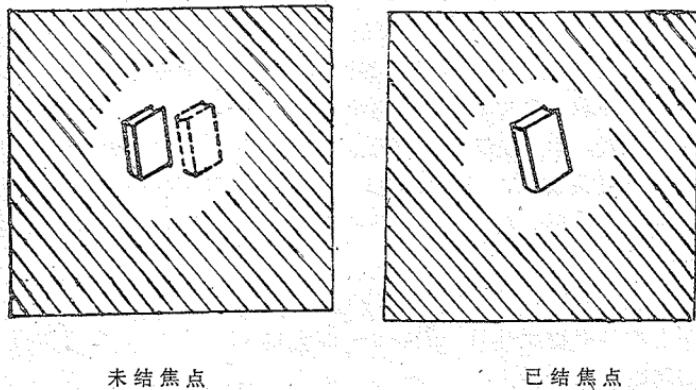
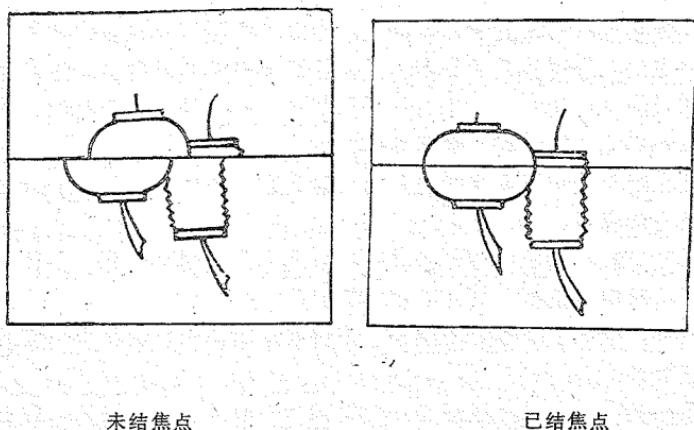

图 4 叠影测距
图 5 截影测距
①目测式。全凭眼睛和经验估计距离，然后定准距离标尺，目前已少见。
②光测式。利用光学原理测距。有连动测距和反光测距两种。连动测距主要依靠镜头筒子的转动，使测距器中的两影叠合，达到测距准确的目的（见图4）。也有的采用截影（也称裂像）测距的方法，当两截物影完全接合时，测距准确（图5）。